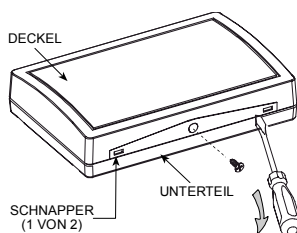

Abbildung 6: Öffnen des Gehäuses
A. Entfernen Sie die Schraube, die Ober- und Unterteil fixiert (Abbildung 6).